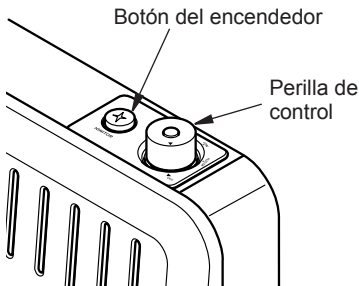

Figura 21 - Perilla de control en la posición OFF (apagado)
5. Gire la perilla de control en dirección contraria a las manecillas del reloj  hasta la posición PILOT (piloto). Mantenga presionada la perilla de control durante cinco (5) segundos (consulte la figura 21).